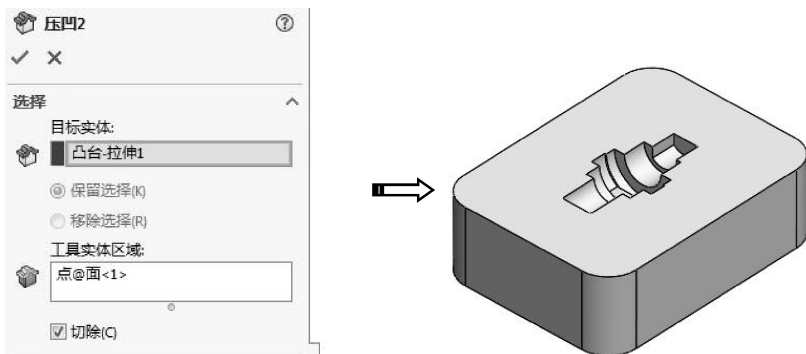

图 3-69 创建压凹特征
- 06 单击【确定】按钮，完成压凹特征的创建，如图 3-69 所示。